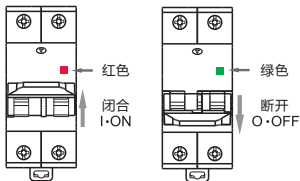

图2 产品闭合、断开状态指示
5.1 安装前先检查断路器标志与所使用的工作条件是否相符，闭合、断开状态指示如图2